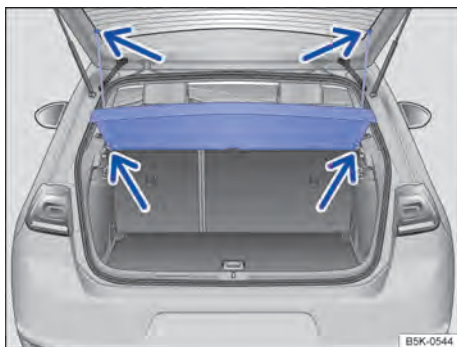

Fig. 93 No compartimento de bagagem: desinstalar e instalar a cobertura do compartimento de bagagem.
- Desprender as cintas de fixação na tampa do compartimento de bagagem ⇒ Fig. 93 (setas superiores).
- Pressionar a cobertura do compartimento de bagagem para cima puxando para fora dos suportes laterais ⇒ Fig. 93 (setas inferiores).
- Pressionar a cobertura do compartimento de bagagem por cima para dentro dos suportes laterais ⇒ Fig. 93 (setas inferiores).
- Prender as cintas de fixação na tampa do compartimento de bagagem ⇒ Fig. 93 (setas superiores).